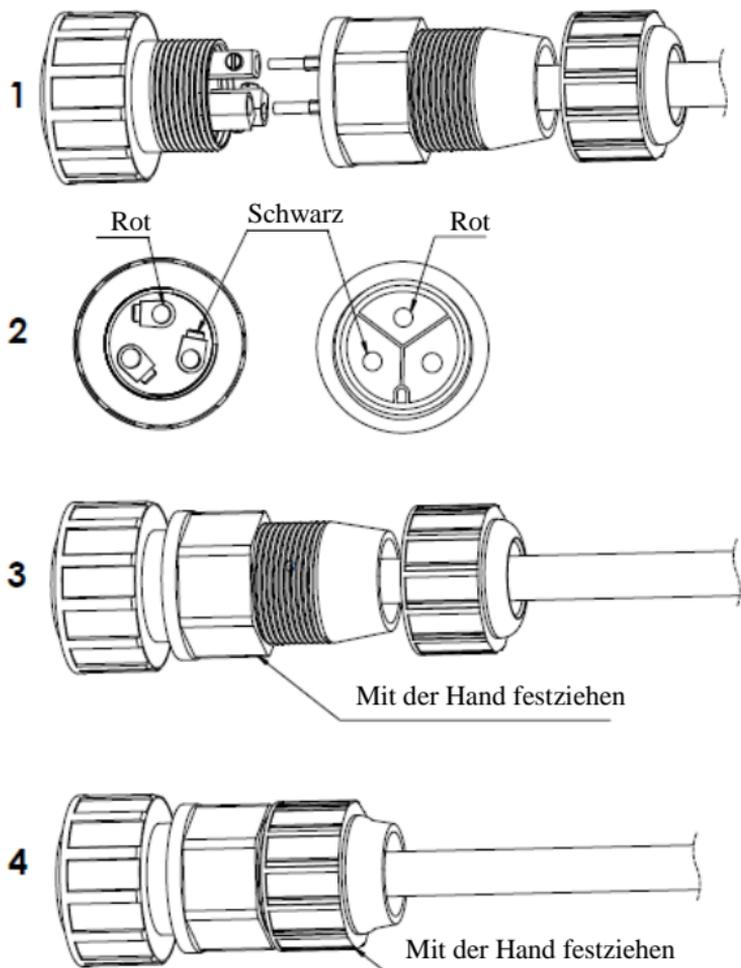

Abbildung 5
Schritt 7: Verbinden Sie die Eingangsbuchse des PoE Midspans mit einem Eingangskabel mit einer Einstufung von mindestens 4 Ampere. Vergewissern Sie sich, das Eingangskabel wie in Abbildung 5 gezeigt zusammensetzen.
- Der mit dem PoE Midspan mitgelieferte Stromanschluss besitzt drei Anschlussklemmen: '+' (POS), '-' (NEG) und eine Klemme, die nicht angeschlossen ist (Siehe Abbildung 5).
- Setzen Sie den Einlassanschluss wie in Abbildung 5 gezeigt zusammen.